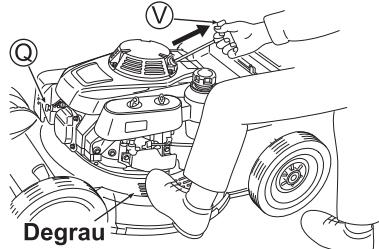

Fig. 12
- 1 Instale o terminal da vela (Q). (Veja a fig. 12)